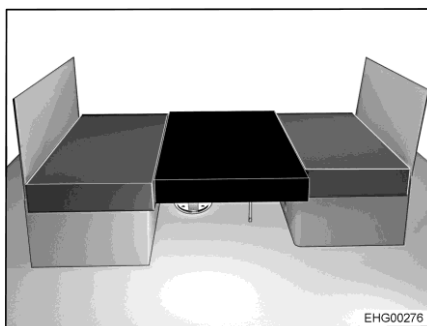

Fig. 54 Après la transformation
- Poser le coussin supplémentaire sur le plateau de table (Fig. 54).